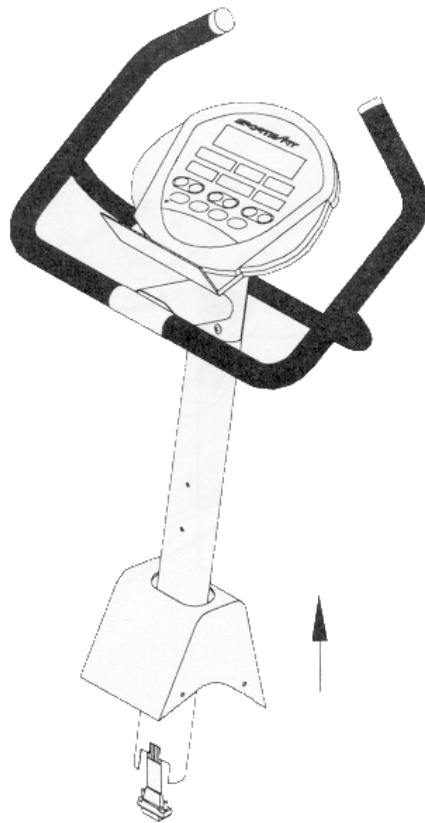

Fig.1
3. Schuif de plastic beschermkap over de stuurstang (zie fig.1)